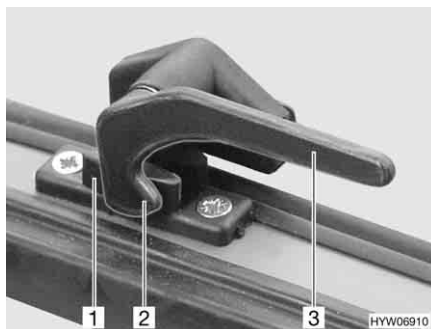

Fig. 48 Leva di serraggio in posizione "Chiuso"
- Ruotare la leva di serraggio (Fig. 48,3) di un quarto di giro verso il centro della finestra.
- Ruotare la leva di serraggio (Fig. 48,3) di un quarto di giro verso il telaio della finestra. Il nasello di chiusura (Fig. 48,2) si trova sul lato interno della chiusura della finestra (Fig. 48,1).
- In posizione "Completamente chiusa" (Fig. 48)